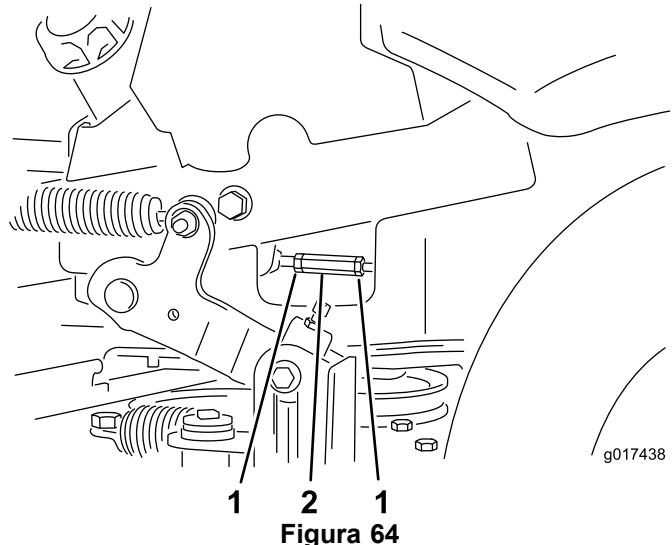

Figura 64
15. Ponga las palancas de control de movimiento en la posición de punto muerto. Ajuste las varillas de control de la bomba aflojando las dos contratuerzas y girando la tuerca de ajuste en el sentido apropiado, hasta que las ruedas se muevan ligeramente en marcha atrás (Figura 64). Mueva las palancas de control de movimiento a la posición de marcha atrás y, aplicando una ligera presión a la palanca, deje que los muelles de marcha atrás devuelvan las palancas a punto muerto. Las ruedas deben dejar de girar o moverse muy lentamente en marcha atrás.
16. Apriete las dos contratuerzas contra la tuerca de ajuste (Figura 64).